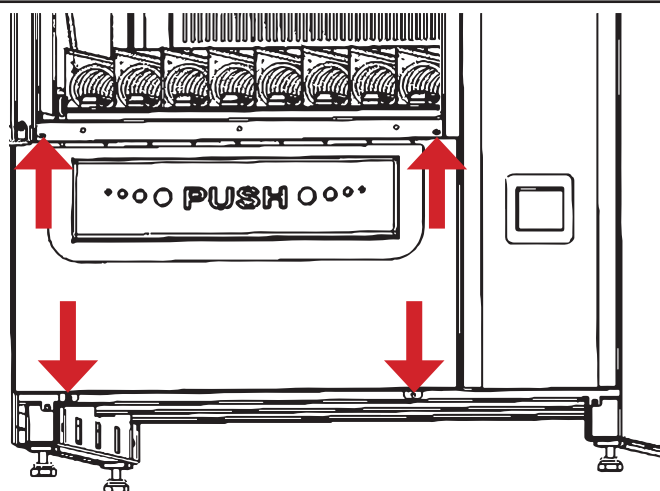

Рисунок 15 - Крепления лотка выдачи
15. установите лоток выдачи на место, затянув нижние и верхние крепёжные винты (см.рис.15);